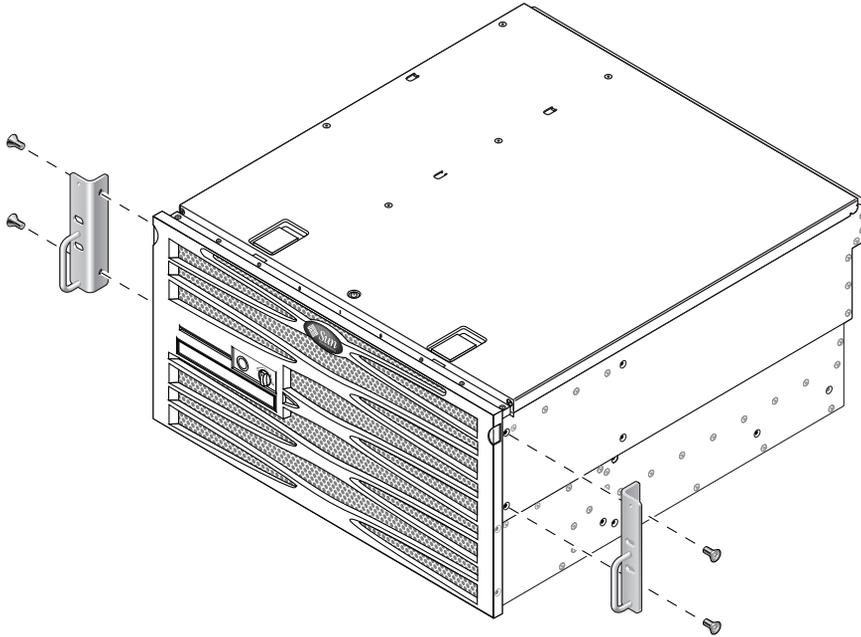

ABBILDUNG 3-7 Befestigen der Festmontagewinkel am Server
2. Befestigen Sie mithilfe von vier der mitgelieferten M5 × 8 mm-Kreuzschlitz-Senkkopfschrauben (je zwei Schrauben pro Winkel) die vorderen Montagewinkel seitlich am Server (ABBILDUNG 3-7).